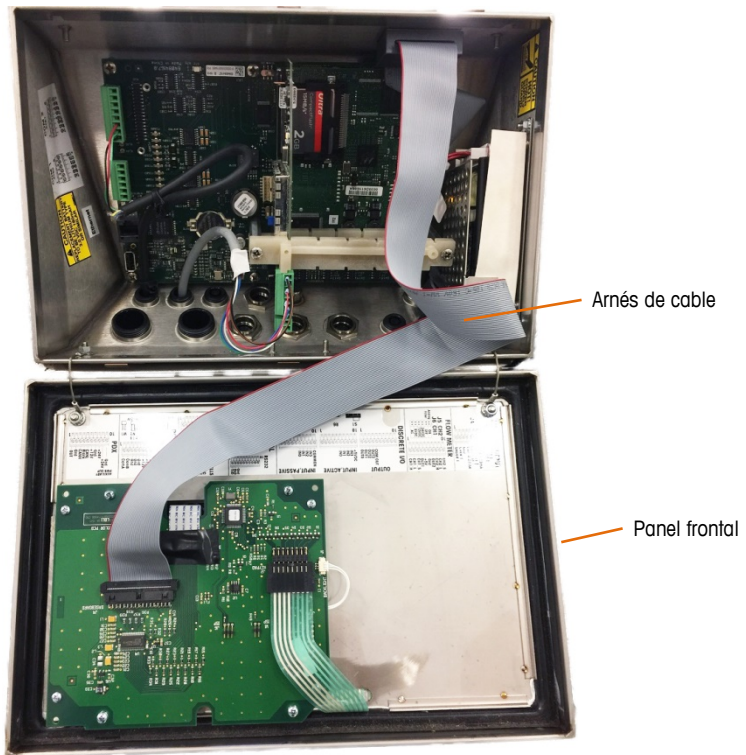

Figura 2-11: Panel frontal invertido, arnés del cable más largo instalado
5. Conecte el arnés del cable de reemplazo (64087303) como se indica en Figura 2-11.